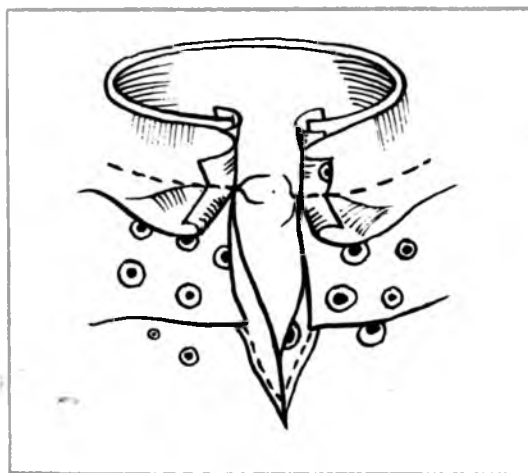

Рис. 71.
- приметайте верхнюю часть цельнокроеной манжеты лицом к рукаву лицевыми сторонами внутрь и притачайте (рис. 71), припуски шва заутюжьте на манжету;